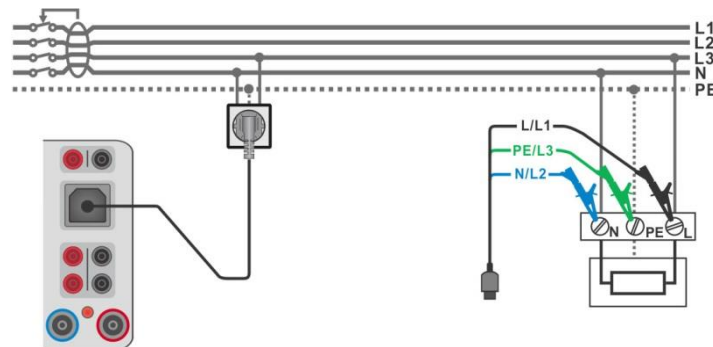

Abbildung 6.85: Z Auto Messung Verbindungen
- › Verbinden Sie das 3-drahtige Prüfkabel oder das Steckerprüfkabel mit dem zu prüfenden Objekt, siehe **Abbildung 6.85**.